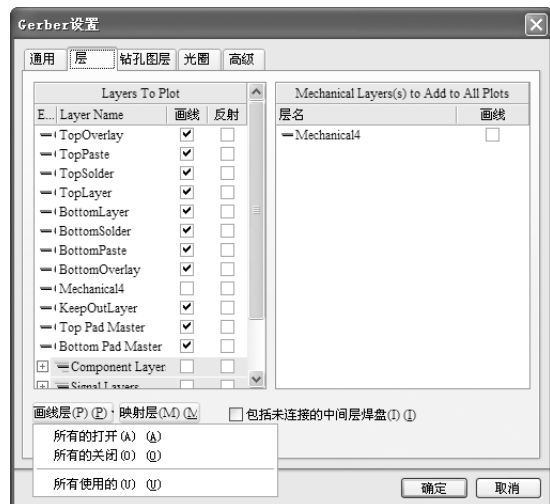

图 10-48 选择输出顶层布线层
4) 在“层”选项卡中，单击“画线层”按钮，选择“所有使用的”选项，如图 10-48 所示，选择输出顶层布线层。